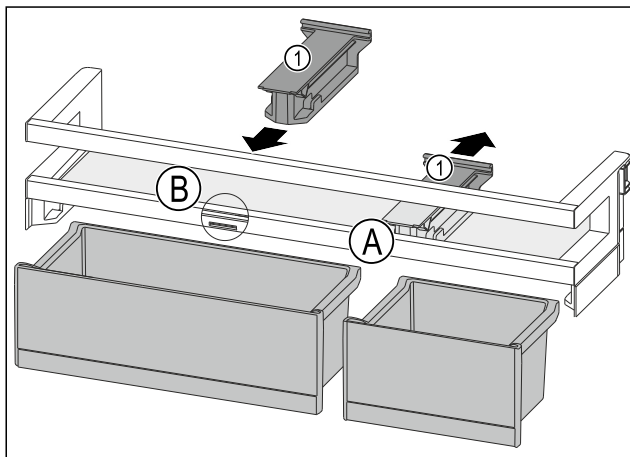

Fig. 97
- Tirare l'elemento di tenuta Fig. 97 (1) all'indietro per portarlo in posizione Fig. 97 (A).
- Inserire l'elemento di tenuta Fig. 97 (1) in posizione Fig. 97 (B).